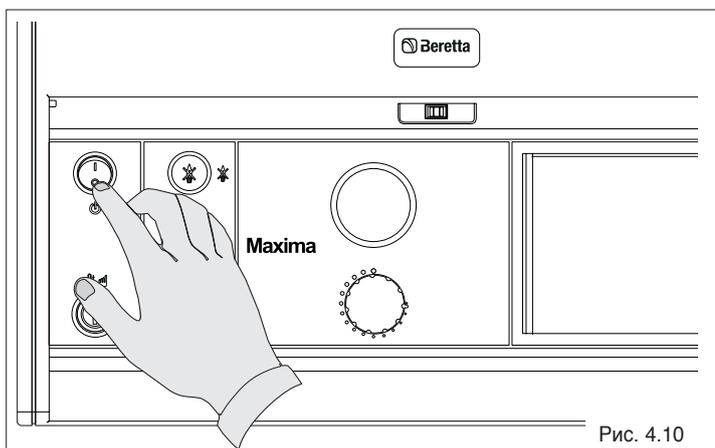

Рис. 4.10
- при выключении и последующем включении главного выключателя на панели управления (Рис. 4.10)